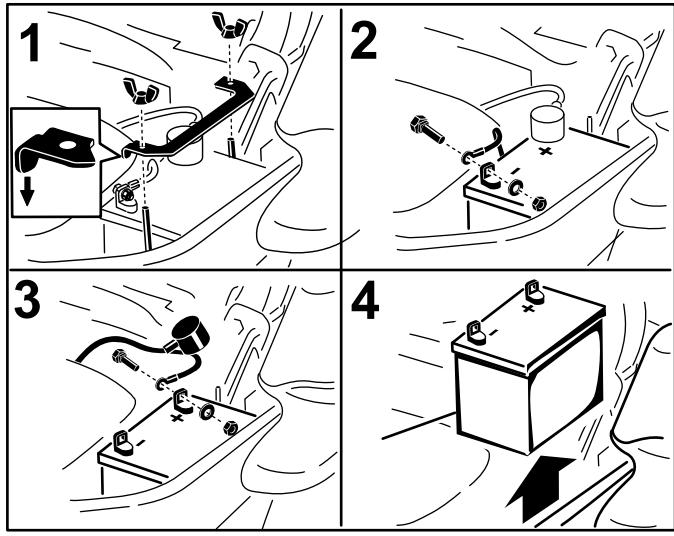

Figura 56
3. Primero desconecte el cable negativo (negro) del borne negativo (–) (negro) de la batería (Figura 56).
4. Retire la cubierta de goma roja del borne positivo (rojo) de la batería y retire el cable positivo (+) (rojo) (Figura 56).
5. Retire la tuerca de orejeta que sujeta la abrazadera de la batería (Figura 56).
6. Retire la abrazadera (Figura 56).
1. Coloque la batería en la bandeja, con los bornes frente al depósito de aceite hidráulico (Figura 56).
4. Fije los cables con 2 pernos, 2 arandelas, y 2 contratuerca (Figura 56).
6. Instale la abrazadera y sujétela con la tuerca de orejeta (Figura 56).